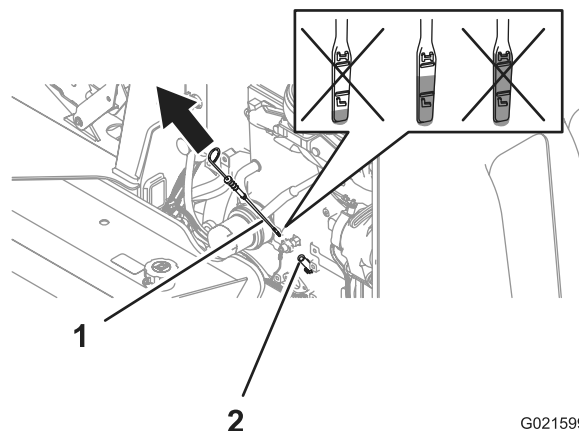

Figure 21
2. Retirez la jauge (Figure 21) et essuyez-la avec un chiffon propre (Figure 21).
3. Insérez la jauge complètement dans le tube, puis retirez-la (Figure 21).